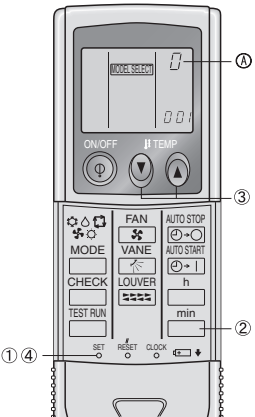

Fig. 6-9
3) Asignación de un controlador remoto inalámbrico por infrarrojos a cada unidad (Fig. 6-9)
4) Operación de ajuste del número de par del controlador remoto inalámbrico por infrarrojos (Fig. 6-9)